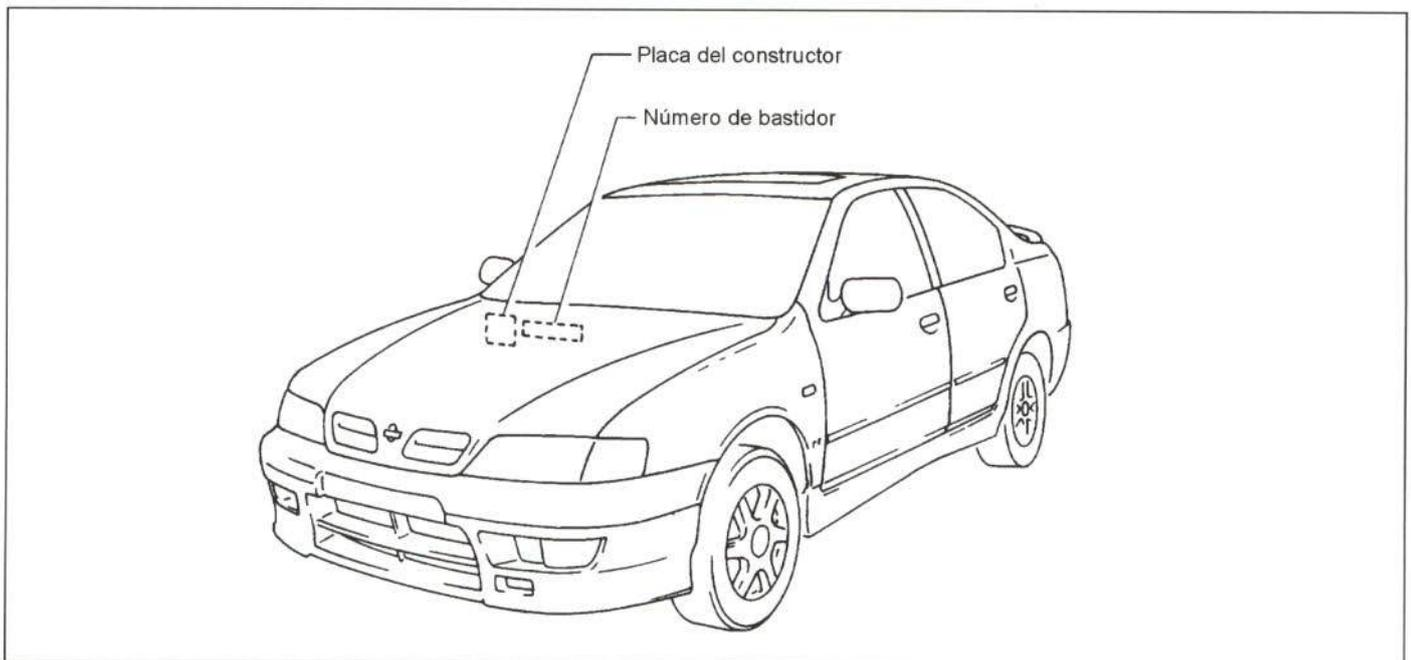

Figura 1.- Situación de las placas de identificación del vehículo y número de bastidor
Las características que identifican al vehículo se recogen, debidamente codificadas, en diversos puntos de la carrocería, tal y como se refleja en la figura 1.
- El número de bastidor se encuentra troquelado en la chapa salpicadero (figura 1).